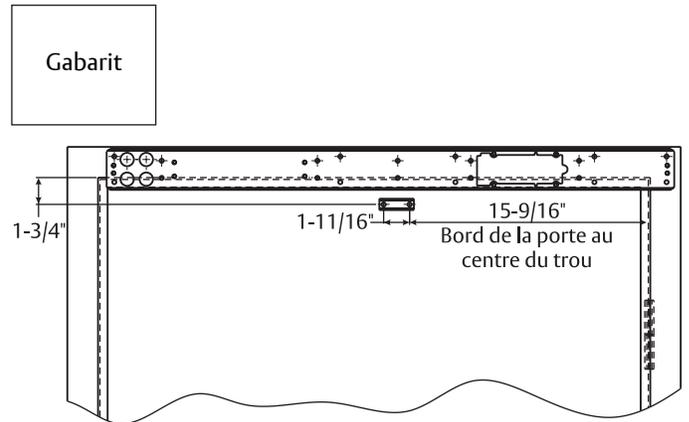

Figure 4
1. Mesurer et marquer les trous de fixation du bras à l'aide du gabarit. (Figure 4)